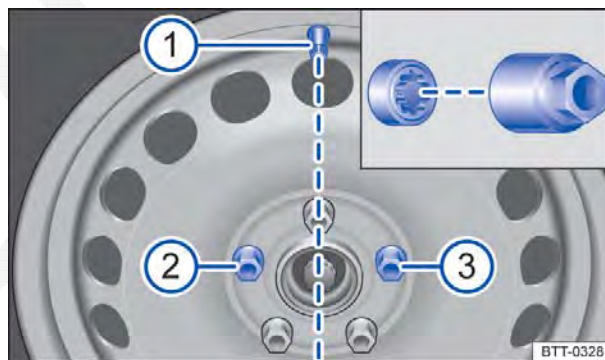

Fig. 233 Troca de roda: válvula do pneu ① e posições de montagem do parafuso de roda antifurto ② ou ③.
Antes de colocar a calota integral, o parafuso de roda antifurto deve ser aparafusado na posição ⇒ Fig. 233 ② ou ③. Do contrário, a calota integral não pode ser montada.
A calota integral da roda deve ser pressionada sobre o aro de tal modo que o recorte da válvula se posicione sobre a válvula do pneu ⇒ Fig. 233 ①. Ao colocar a calota integral, atentar para que se encaixe com segurança em toda a circunferência. ◀
O parafuso de roda antifurto deve estar aparafusado em uma roda com calota integral na posição ⇒ Fig. 233 ② ou ③ em relação à posição da válvula do pneu ①. Do contrário, a calota integral não pode ser montada.